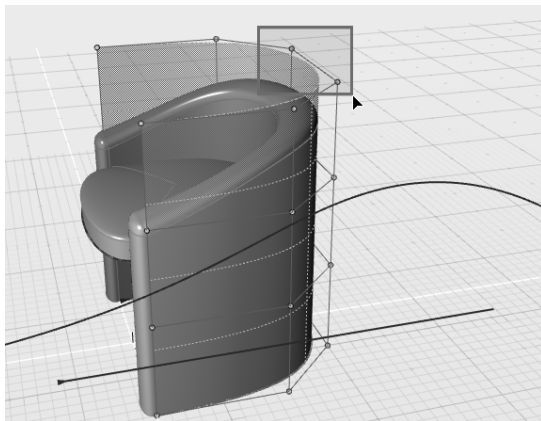

图 5-106 框选曲线上的两个控制点
3) 在应用工具栏中, 切换至“编辑点”模式, 框选图 5-106 中所示的两个控制点。